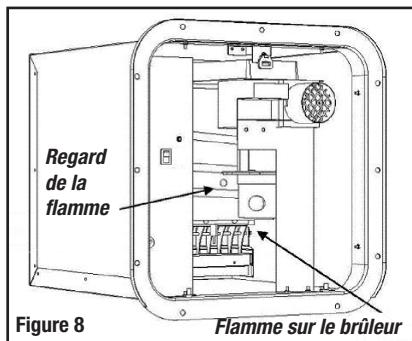

Figure 8
- 8.** Allumer le chauffe-eau et ouvrir le robinet d'eau chaude pour inspecter la flamme du brûleur. La flamme doit être d'une apparence bleutée normale indiquant une bonne combustion. Il est possible de le faire en observant la flamme par le regard et en regardant le brûleur sous le rebord de l'échangeur de chaleur (Voir Figure 8).